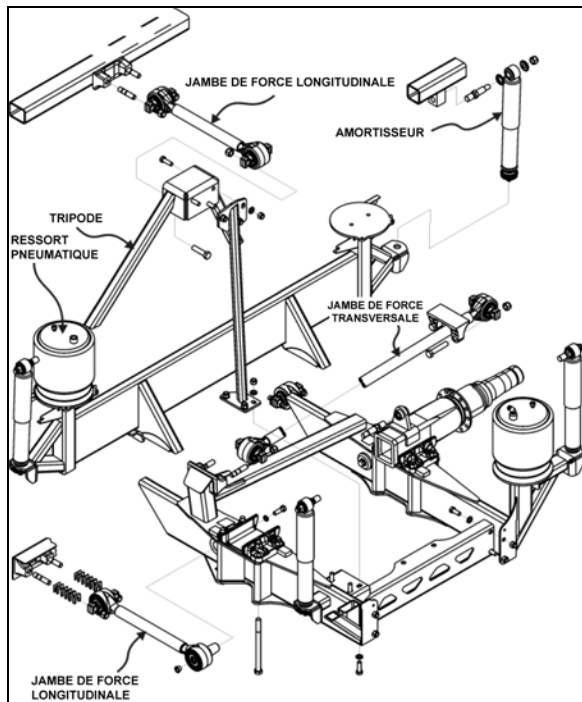

FIGURE 42 : ESSIEU MOTEUR, DÉTAILS DE LA SUSPENSION ARRIÈRE
1. Enlever les écrous et rondelles des amortisseurs sur le goujon de montage supérieur et le support de montage inférieur. Identifier les rondelles intérieure et extérieure en vue de la repose. Se reporter à Figure 42 pour les détails.